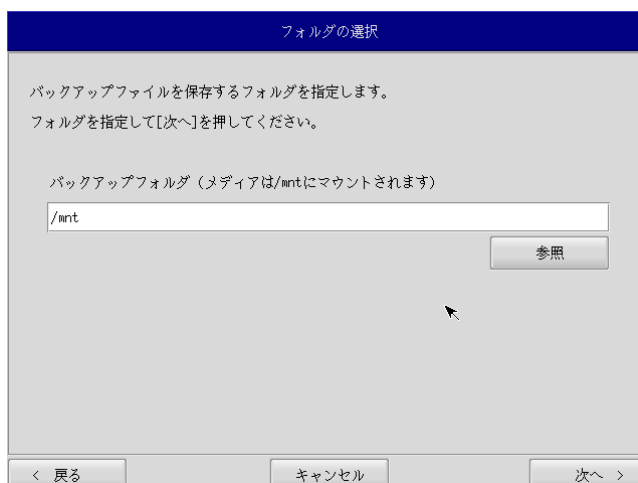

図 5-3-3. フォルダ選択画面
- ⑦ フォルダ選択画面（図 5-3-3）が表示されます。[参照] ボタンを押します。
- ⑨ フォルダ選択画面（図 5-3-3）で指定したバックアップフォルダが入力されていることを確認します。[次へ]ボタンを押します。